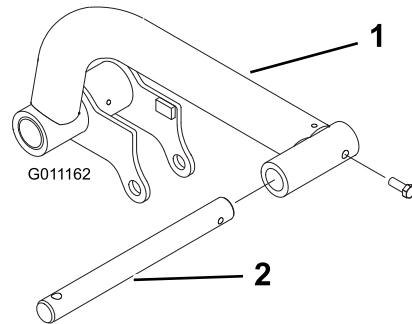

図 14
- 左右の昇降アームにそれぞれピボットロッドを差し込み、取り付け穴を整列させる (図 14)。